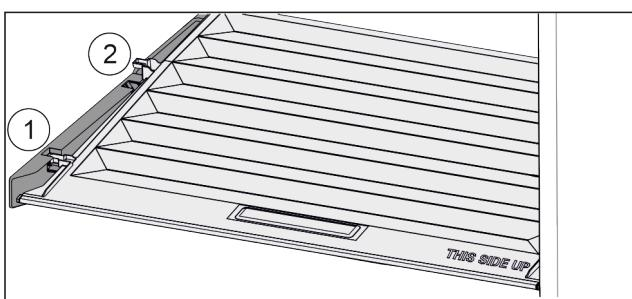

Fig. 54
- Потянуть крышку до отверстия в поддерживающих деталях вперед Fig. 54 (1).
- Поднять сзади снизу и извлечь Fig. 54 (2) движением вверх.